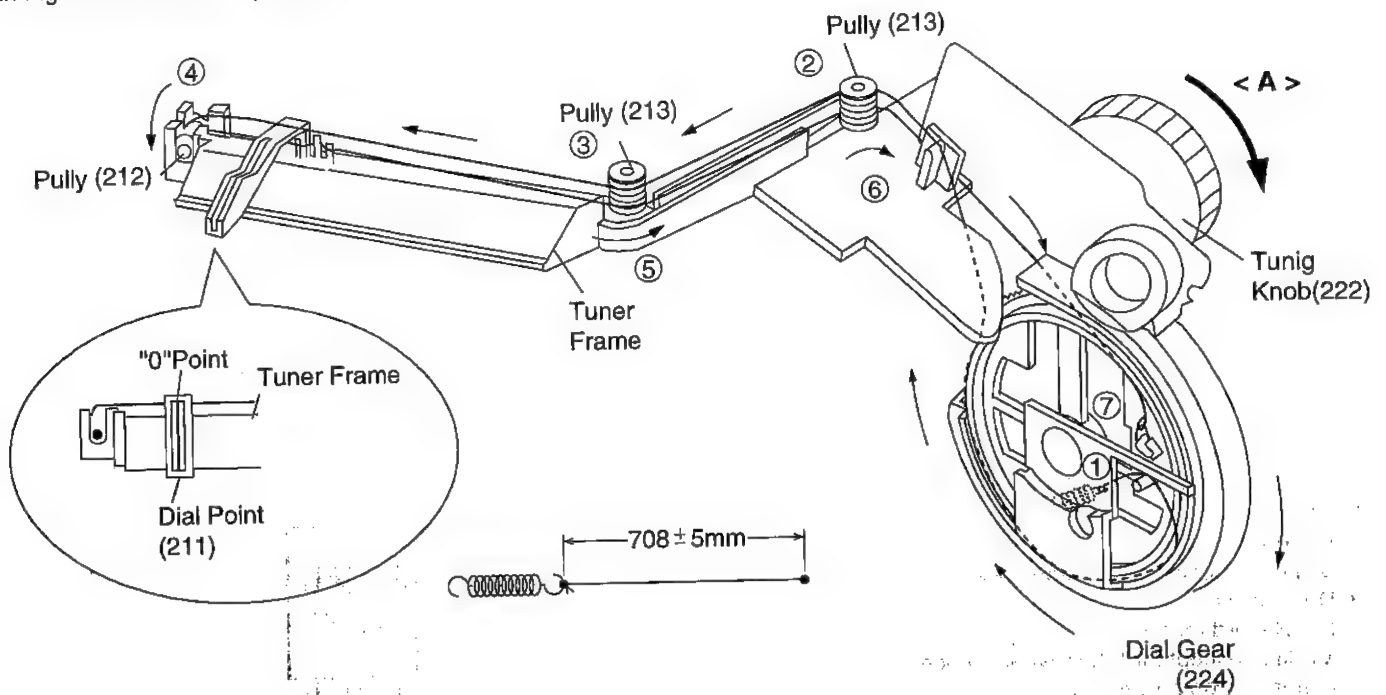

Figure 25
1. Turn the tuning control shaft fully in the direction <A> shown in Fig.25 and fix its dial pointer.
1. Die Abstimmreglerachse ganz in die in Abb. 25 gezeigte Richtung <A> drehen und den Skalenzeiger befestigen.
1. Tourner entièrement l'arbre de commande d'accord dans le sens <A> indiqué dans la Fig. 25 et puis fixer l'aiguille.